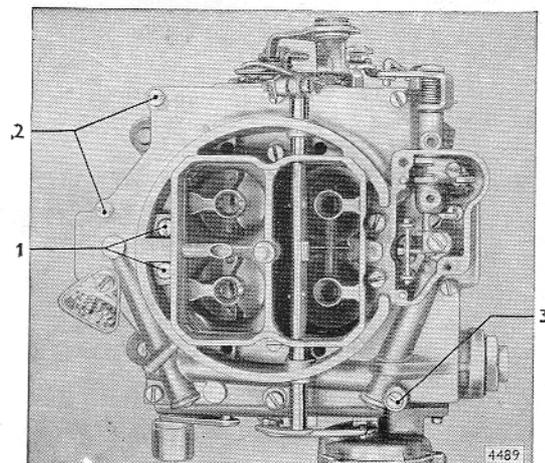

Bild D 45 - Anordnung Befestigungsschrauben Vergasergehäusedeckel an Vergasergehäuse
43. Vergasergehäusedeckel befestigen. Schrauben nach Bild D 45 einsetzen. Beim Festschrauben gleichmäßig von innen nach außen vorgehen.